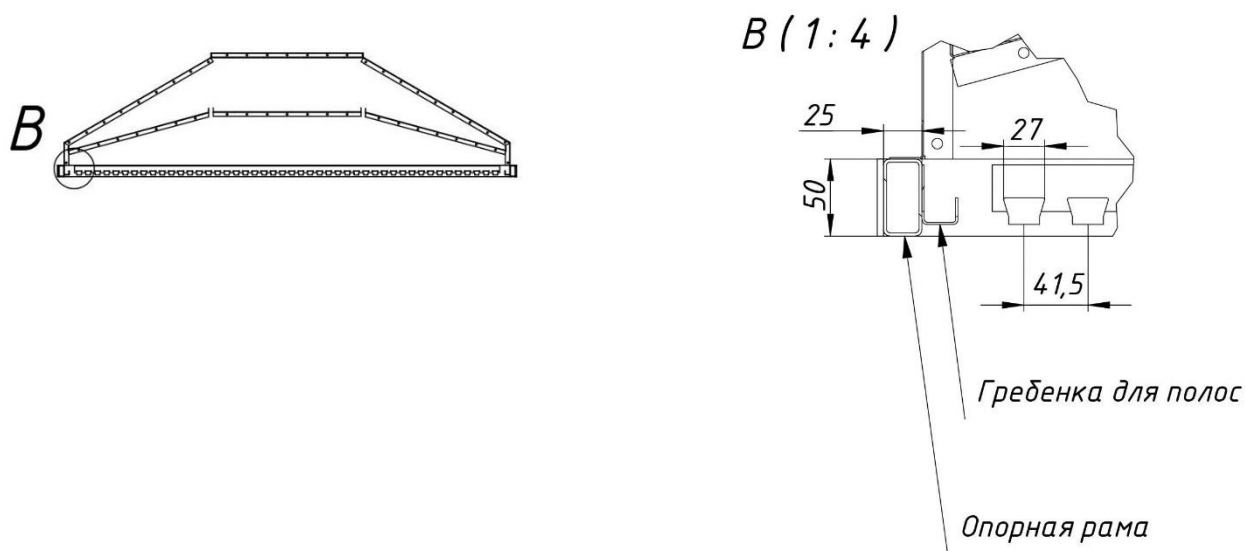

Рисунок 2
2.2.3 По периметру рамы зонта расположены гребёнки для крепления защитных полимерных полос (Рисунок 2). Полосы подвешиваются на гребёнке с помощью комплекта планки (держателя), имеющего соответствующие прорези. Держатели, а также полосы в комплект зонта не входят, требуемый тип, цвет, длина и количество полос выбирается и заказывается дополнительно (Приложение 1).